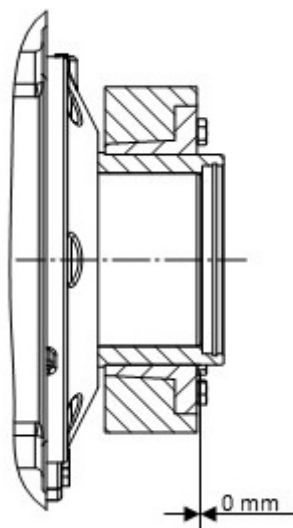

Figura 15: anello calettatore montato
7. Dopo il serraggio delle viti di serraggio, la superficie frontale lato vite dell'anello interno deve risultare sovrapposta alla superficie frontale dell'anello esterno e a filo con quest'ultima. Controllare quindi visivamente che l'anello calettatore non sia stato serrato eccessivamente (Figura 15).